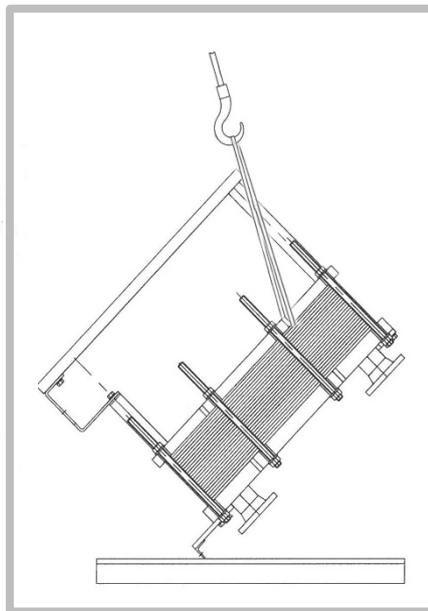

Abbildung 26
3. Heben Sie den PWÜ langsam von der Palette über den Schwerpunkt (Abbildung 26). Achten Sie darauf, dass das Anschlagmittel fest und sicher in den Einhängösen liegt.